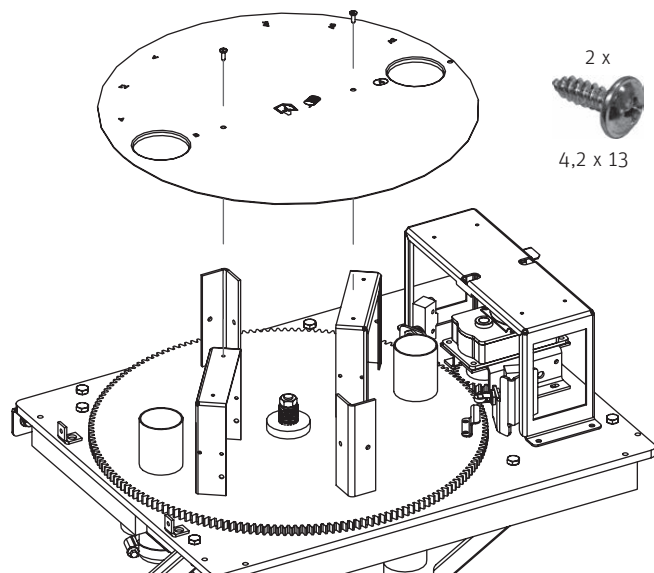

Fig. 50 Fissaggio del disco di copertura
► Fissare il disco di copertura all'unità di commutazione con 2 viti autofilettanti 4,2 x 13 – Fig. 50.